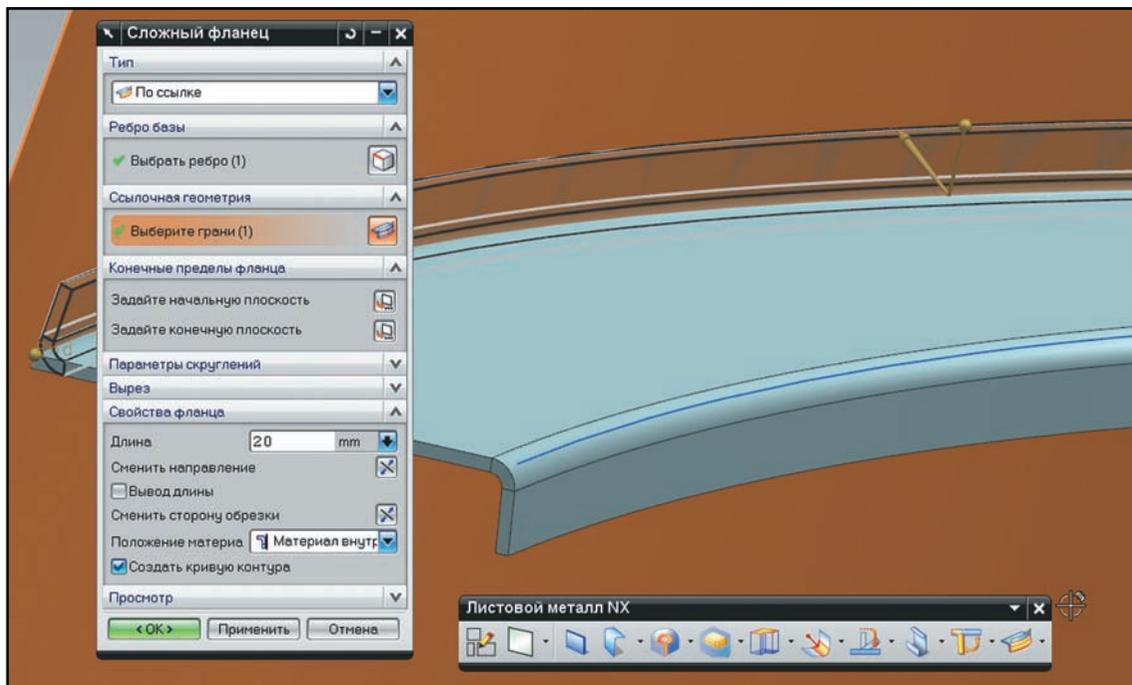

Рисунок 5.14. Построение сложного фланца
- Нажмите **Применить** в диалоге и, поменяв тип на значение **По ссылке (To Reference)**, выберите одну из кромок грани, прилегающей к поверхности, а в качестве ссылочной геометрии (**Reference Geometry**) укажите саму поверхность. Такой тип построения создает фланец, лежащий на ссылочной поверхности и ассоциативно с ней связанный (рис. 5.14).